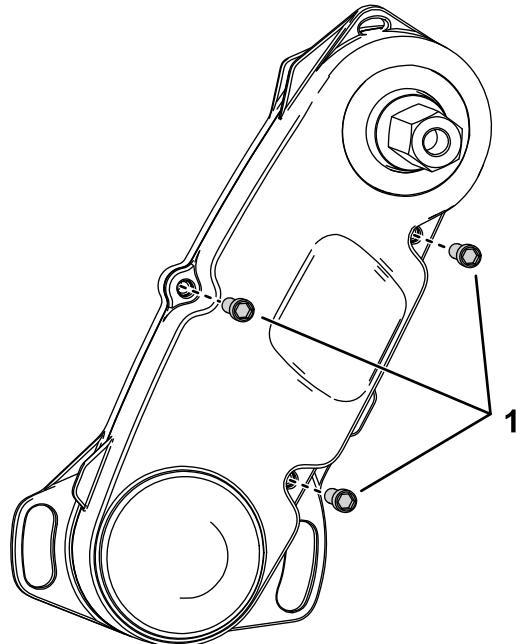

Рисунок 6
- Установите переднюю крышку на узел привода барабана с помощью болтов, снятых при выполнении пункта 5 (Рисунок 6).